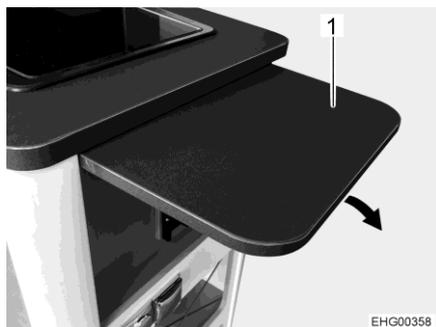
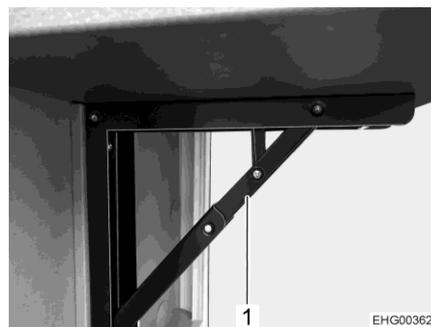

Fig. 26 Tavolo ribaltabile su bancone
Fig. 27 Supporto
- Ribaltare verso l'alto il piano del bancone (Fig. 26,1), finché scatta il supporto (Fig. 27,1).
- Ripiegare il supporto (Fig. 27,1) e ribaltare in basso il piano del bancone (Fig. 26,1).